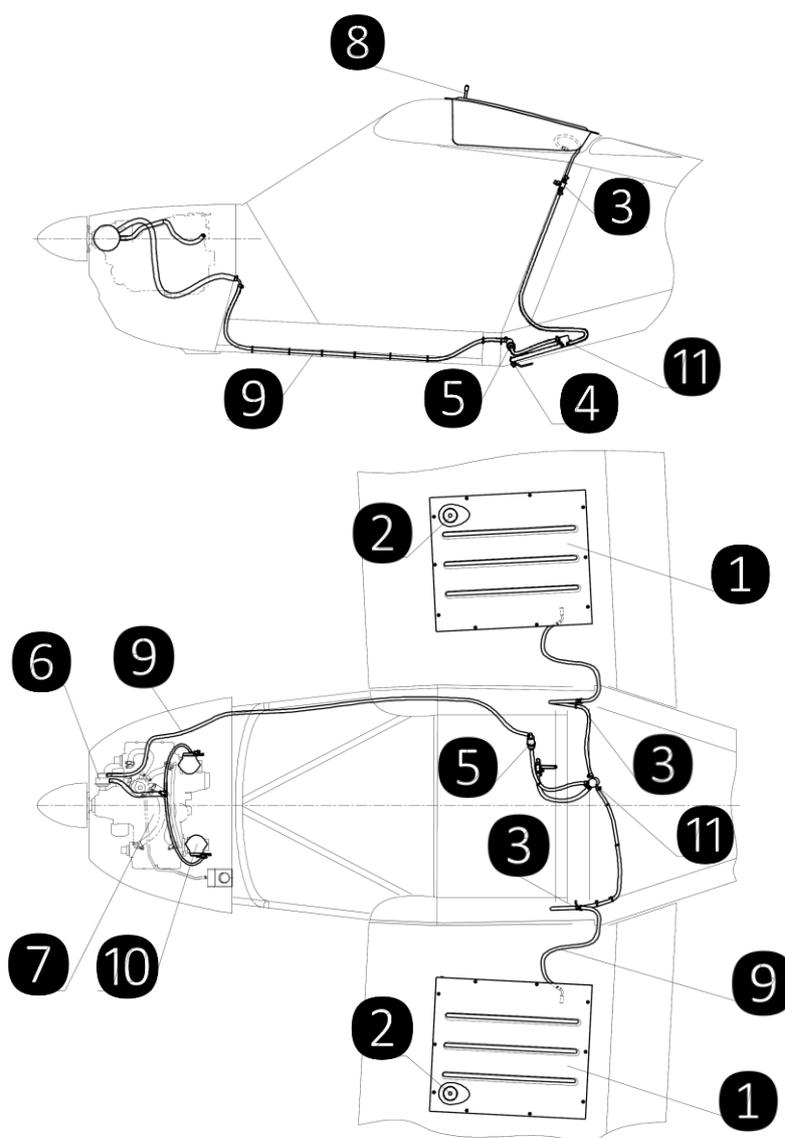

Fig. 2 : Schéma circuit carburant
Le **système carburant** (fig. 2) se compose de deux réservoirs d'ailes (1) avec des bouchons de remplissages (2), des durites (9) reliant les réservoirs entre eux à la pompe à essence (6) (qui alimente les carburateurs (10)) via 2 vannes carburant (3), un séparateur (11) et un filtre à essence (5).